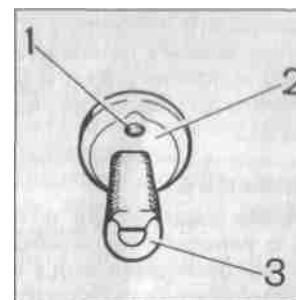

Рис. 24. Датчик-сигнализатор иммобилайзера
1. После открытия какой-либо двери или кратковременного включения зажигания (если выключатель в двери неисправен) иммобилайзер на 30 с переходит в режим «готовность к считыванию кода» — световой индикатор 1 (рис. 24) датчика-сигнализатора 2 мигает с удвоенной частотой.